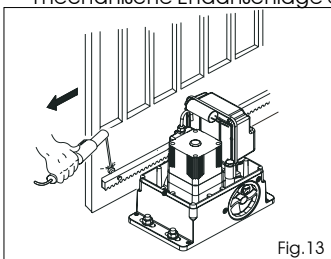

Fig.13
3) Das erste Stück der Zahnstange waagrecht auf dem Ritzel ablegen und den Gewindesperrzahn auf dem Tor anschweißen, wie in Abb. 13 angegeben.